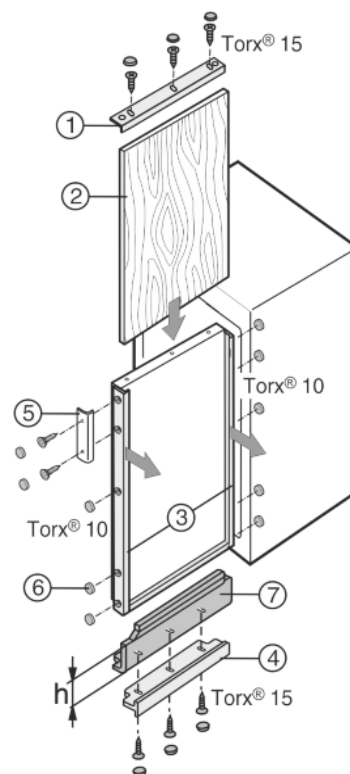

Fig. 7
- ▶ Dekorrahmen Fig. 7 (1, 4) oben und unten abschrauben.
- ▶ An allen anderen Dekorrahmen Fig. 7 (3) die Schrauben nur lösen und die Dekorrahmen nach vorn schieben.
- ▶ Dekorplatte Fig. 7 (2) einschieben.
- ▶ Ausgleichsblenden Fig. 7 (8, 9) unten und/oder oben aufsetzen.
- ▶ Dekorrahmen Fig. 7 (1, 5) darüber setzen und festschrauben.
- ▶ Dekorrahmen Fig. 7 (3, 4) zurückschieben und festschrauben.
- ▶ Griff Fig. 7 (6) anschrauben.
- ▶ Auf alle Schraubenköpfe die Abdeckkappen Fig. 7 (7) aufrasten.
Wenn bereits eine Dekorplatte vorhanden ist, diese aber in der Höhe zu klein ist, kann sie mit unterschiedlich hohen Ausgleichsblenden Fig. 7 (7) angepasst werden.